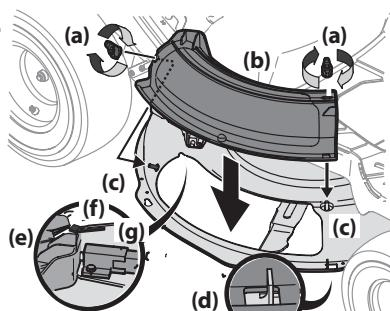

Figure 9
1. Retirez les écrous papillon du plateau de coupe et conservez-les pour utilisation ultérieure. Voir Figure 9.
2. Installez le bouchon de déchiquetage (b) sur l'orifice d'évacuation du plateau de coupe. L'arrière du bouchon de déchiquetage (b) doit être glissé sous la languette (f) du support arrière gauche (g). Introduisez les goujons (c) sur la surface du plateau de coupe dans les trous sur la partie supérieure du bouchon de déchiquetage (b). Introduisez la petite encoche sur le rebord du plateau dans le trou carré sur la partie inférieure du bouchon de déchiquetage (b). Voir Figure 9.